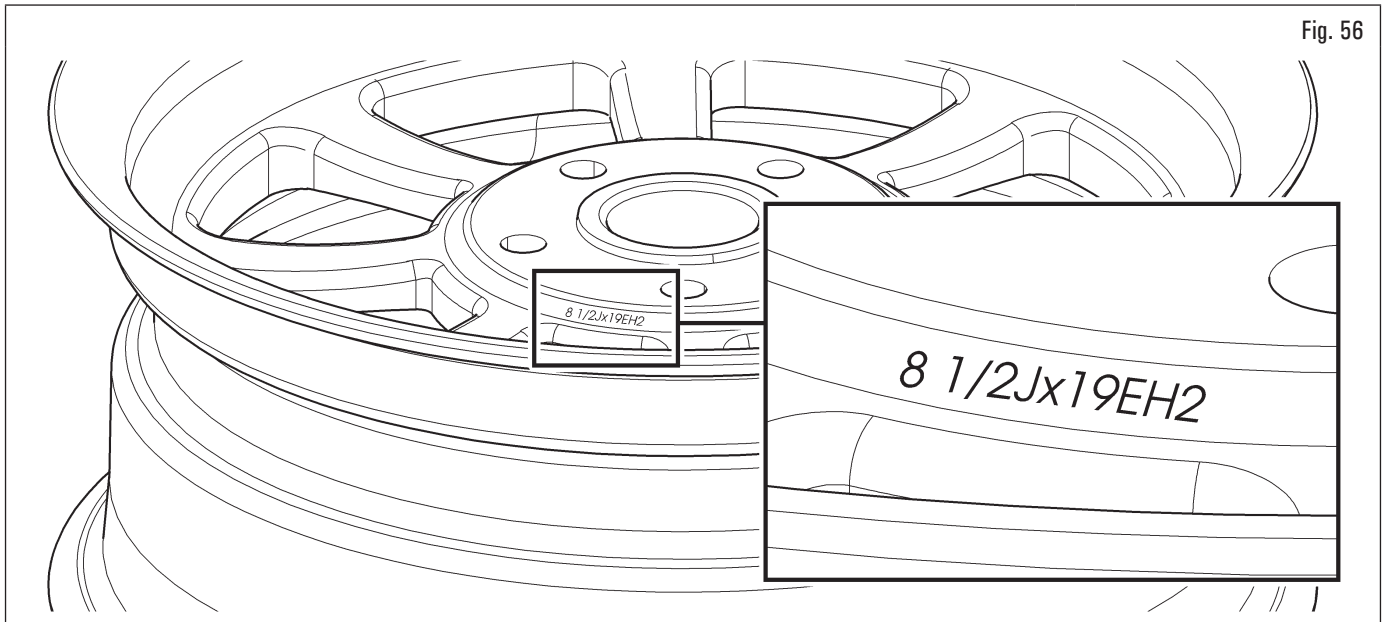

Fig. 56
- Verificar las dimensiones de la llanta y del neumático (Fig. 56) y el tipo de sensor de presión, si lo hay.